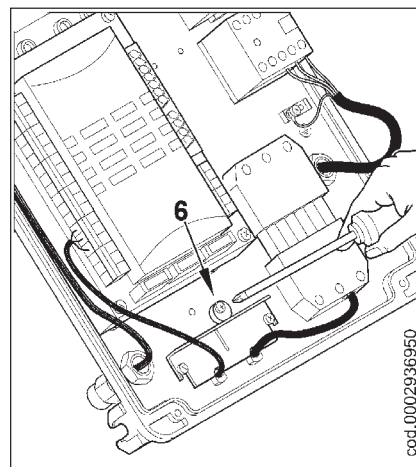

Рис. 3
- Установить на место плиту для крепления кабелей (рис. 3). Повернуть эксцентрик (6) так, чтобы плита оказывала надлежащее давление на кабели, затем затянуть винты крепления пластины. В завершение, соединить 7-штырьковый разъем и кабели управления модуляции.